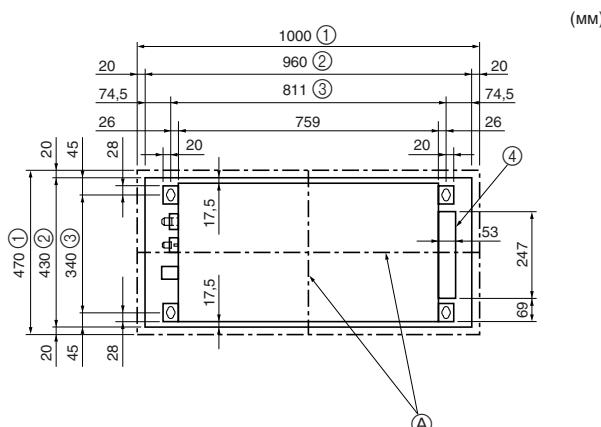
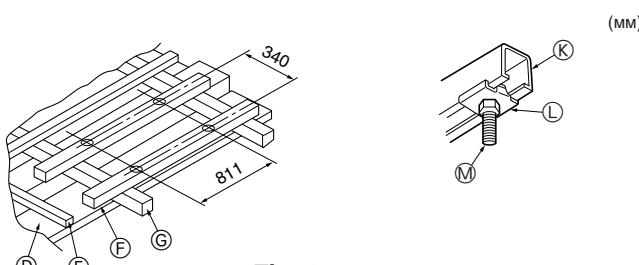

Fig. 2-3
Fig. 2-4
2.3. Расположение отверстия в потолке и навесных болтов (Fig. 2-3)
- ① Внешняя сторона решетки
- ② Отверстие в потолке
- ③ Угол наклона болта
- ④ Электроробота
① Деревянные конструкции (Fig. 2-4)